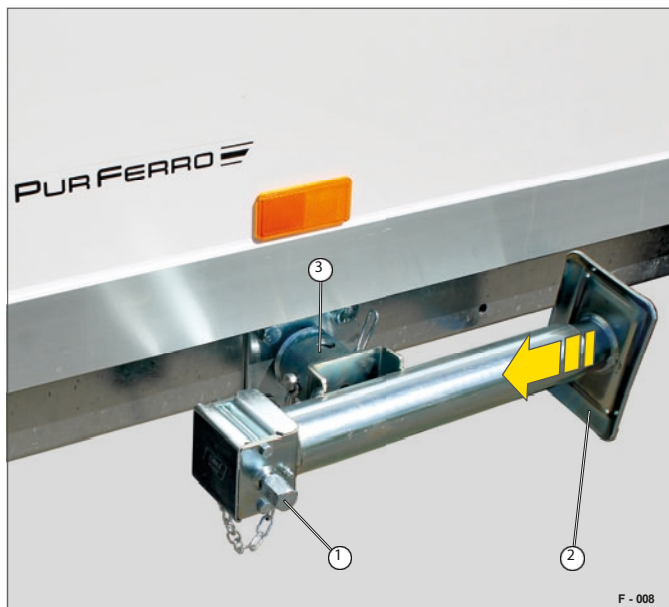

Fig. 7 Suporte da manivela telescópica em posição de deslocação
- Antes da deslocação, verificar se todos os suportes estão na posição horizontal, se o pé nivelador (Fig. 7/2) está recolhido e se os suportes estão fixados no suporte (Fig. 7/3).
- Colocar a manivela na fixação da manivela (Fig. 7/1).